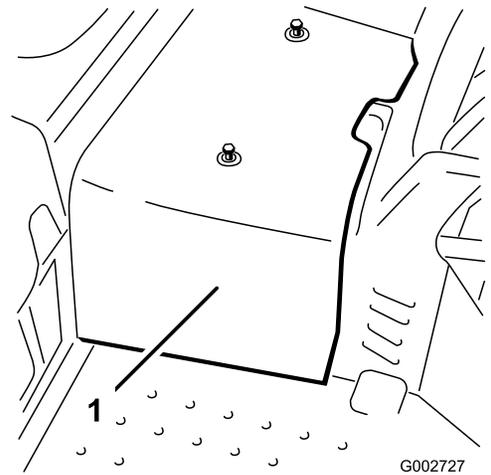

図 38
2. 中央シュラウドを機体に止め付けているネジ2本を外してシュラウドを機体から取り外す(図 38)。